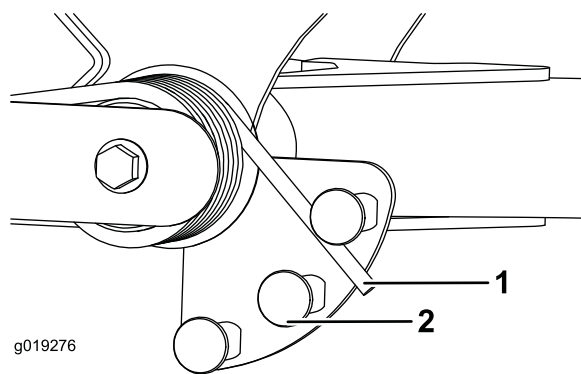

Figura 40
2. Inserite un tubo o un oggetto similare sull'estremità della molla lunga e giratelo attorno all'attuatore della molla nella posizione desiderata (Figura 40).
3. Mentre allentate la tensione della molla, togliete il bullone e il dado di bloccaggio che fissano l'attuatore della molla alla staffa (Figura 40).